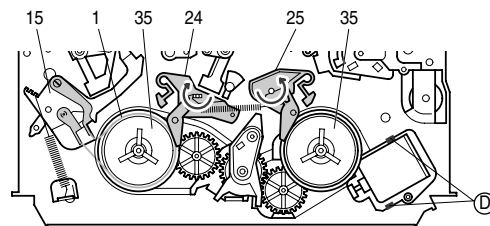

Fig. 18
- Dégager le crochet d'arrêt Ⓓ (Fig. 18).
- Tourner les freins du plateau porte-bobine (Pos. 24 / 25) dans le sens des flèches (Fig. 18) jusqu'à ce qu'ils puissent être enlevés. Enlever les freins du plateau porte-bobine.
- Préparatifs: Tourner les freins de tableaux porte-bobines (Pos. 24 / 25) dans le sens des flèches (Fig. 18) jusqu'à ce qu'ils puissent être enlevés. Enlever les freins.